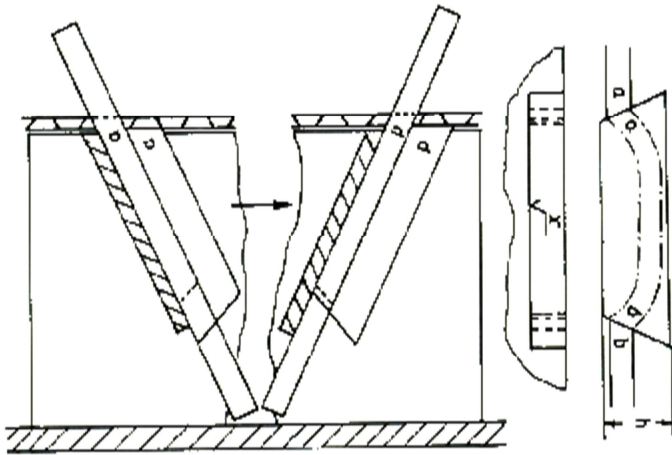

Bild 103: Sägen korrespondierender Schrägen
- h. Herstellung und Anleimen der Dachplatte (Teile 1 und 2) Teil 1 wird nach Zeichnung ausgesägt, Teil 2 wird vorbereitet auf ca. 7 mm x 4 mm x 25 mm. Der Einpaßvorgang von Teil 2 in Teil 1 ist reine Sägearbeit (siehe Bild 103). Der hier dargestellte Sägeschlitten besteht aus einem Brett, 100 mm x 40 mm x 3 mm dick, mit aufgeklebtem Winkelanschlag, am Längsanschlag geführt. Er muß zwar extra hergestellt werden, ist aber dafür sehr handlich und führt entgegen eines normalen Queranschlages das Werkstück bis unmittelbar an das Metallsägeblatt. Dadurch, daß jede Seite des Fensterbogens mit der dazugehörigen Schräge von Teil 1 an der gleichen Anlageschräge gesägt wird, passen die Seiten zusammen, auch wenn der Winkel etwas abweicht. Die Anlagefläche "x" ergibt sich durch mehrmaliges Entlangführen über der Säge jeweils von der Seite a bzw. b bis zur Mitte. Durch die großzügige Bemessung der Höhe "h" wird der Einpaßvorgang erleichtert.